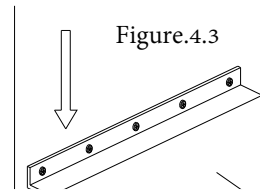

Figure.4.3
6. Figure 4.3 at least, 6-threading die screwing depth. The part which bears more pressure, such as the fixing bracket for supporting the DRO, must / เกลียวกสกรูของรูติดตั้งต้องมีรูปที่ 4.3 อย่างน้อย, ความลึกของการขันสกรูแบบ 6 เกลียวก ส่วนที่ต่อแรงกดทับ เช่น แผ่นยึดสำหรับรองรับ DRO จะต้อง